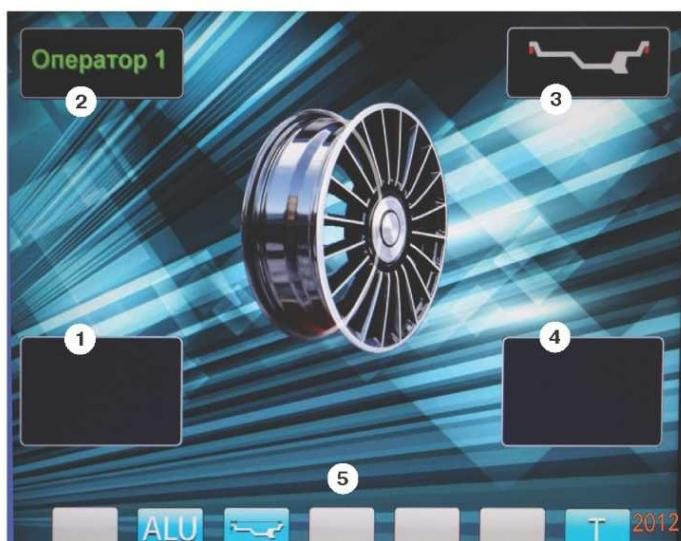

рис.8.2.
8.3. После включения питания СБ на экране монитора отображается фирменная заставка, которая через несколько секунд сменяется отображением экрана основного рабочего режима (рис. 8.2).
Для выбора схем расположения грузов в программах «ALU1-ALU5» необходимо, находясь в режиме основного рабочего экрана, нажать кнопку «ALU», при этом открывается окно схем установки грузов, отмеченных номерами рис. 11.3. Если после введения размеров колеса установленлся экран ввода геометрических параметров, необходимо перейти в экран основного рабочего режима нажатием кнопки «STOP». Для выбора нужной схемы нажмите кнопку верхнего ряда клавиатуры с соответствующим номером. Выбранная схема установки грузов отображается в окне 3 экрана основного рабочего режима (рис. 8.2).
12.2. При включении СБ программа измерения дисбаланса настраивается таким образом, что дисбаланс менее 5г (заводская установка) на любой плоскости коррекции не показывается, в этом случае в окнах 1 и 4 (рис. 8.2)
12.3.4. Для проверки результатов балансировки снова запустите СБ. Если колесо отбалансировано правильно, на индикаторах 1 и 4 (рис. 8.2.) отображаются символы «OK».